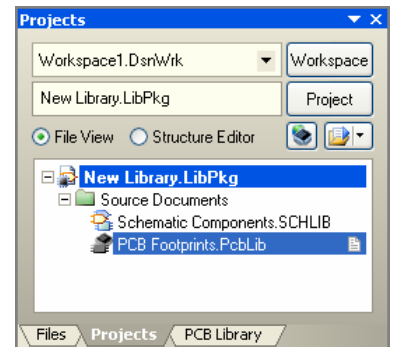

図 38 フットプリントライブラリ追加後のライブラリパッケージ
2. 新規の PCB ライブラリ・ドキュメントの名称を、たとえば、*PCB Footprints.PcbLib* に変更します。**File » Save As** を選択してください。新規の PCB フットプリントライブラリは、ライブラリパッケージ内に入れる必要があります (図 38)。